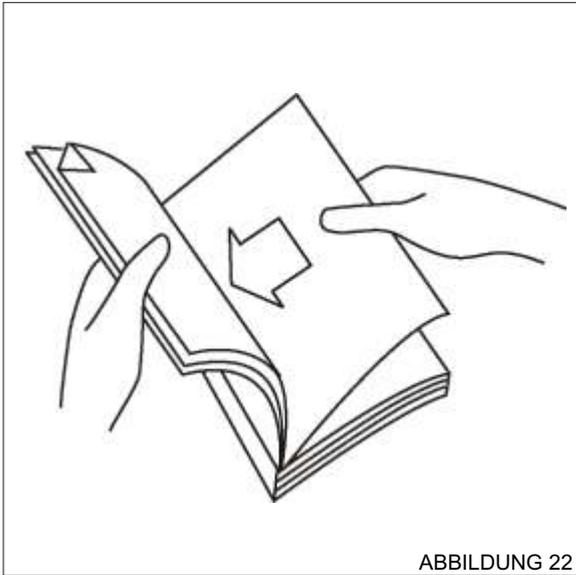

ABBILDUNG 22
3. Legen Sie hinter die markierte Seite die neue Seite in das Dokument, die Sie hinzufügen möchten (siehe Abbildung 22). Schieben Sie die neue Seite möglichst weit in das Dokument hinein. Wenn Sie sicher sind, daß die neue Seite gerade eingelegt ist, schließen Sie das Dokument.